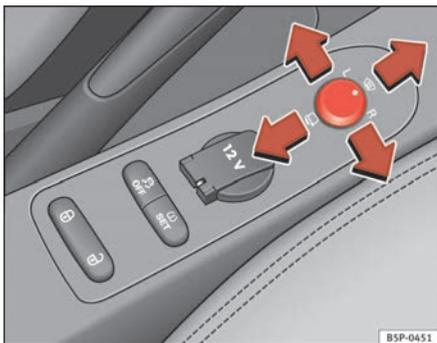

Fig. 89 Mando de los retrovisores exteriores
1. En primer lugar, gire el mando ⇒ fig. 89 hasta la posición **L (retrovisor izquierdo)**.
- Gire el mando hacia delante, en la posición central ⇒ fig. 89 ①, para que los retrovisores térmicos se calienten y la función de cristal parabrisas calefactable* en la zona de reposo de las escobillas, quede activada ⇒ página 130.
- Gire el mando ⇒ fig. 89 hasta la posición  para plegar los retrovisores exteriores. Para evitar daños en el vehículo, debería plegar los retrovisores exteriores siempre que utilice un túnel de lavado automático.